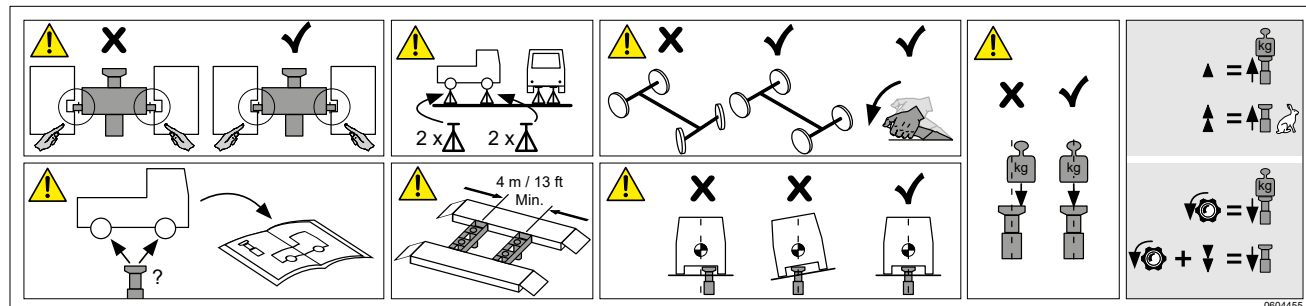

Fig.46
- Toutes les étiquettes de sécurité doivent être vérifiées pour s'assurer qu'elles sont lisibles (Fig.46).
- Vidare måste alla säkerhetsdekaler kontrolleras för att säkerställa att de är läsbara (Fig.46).
- Myös kaikkien varoitustarjosten luettavuus on tarkastettava (Fig.46).
- Bovendien moeten alle veiligheidslabels worden gecontroleerd om ervoor te zorgen dat ze leesbaar zijn (Fig.46).
- Además, se deben comprobar todas las etiquetas de seguridad para asegurarse de que son legibles (Fig.46).
- Mærkater af sikkerhedsmæssig betydning er læsbare (Fig.46).
- Furthermore all safety labels must be checked to ensure that they are legible (Fig.46).
- Lesbarkeit wichtiger Sicherheitshinweise (Fig.46).
- Кроме того, все предупреждающие этикетки должны проверяться на предмет их разборчивости (Fig.46).
- Inoltre, è necessario controllare l'integrità e la perfetta leggibilità di tutte le etichette di sicurezza (Fig.46).